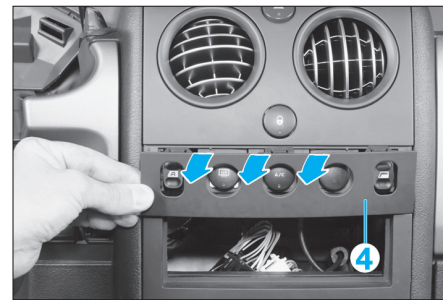

FIG. 30
- Dégraffer la façade (5) de la rangée de boutons (Fig.30).